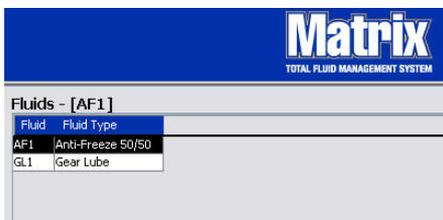

ABB. 97
6. Um den einem Material zugewiesenen Namen oder den einem Namen zugewiesenen Materialtyp zu ändern (ABB. 97), heben Sie den Eintrag hervor, der im Material-Hauptfenster aufgeführt ist.